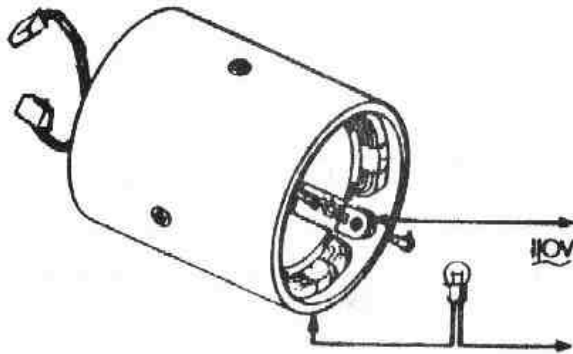

Fig. N2-22 Aislamiento de la bobina inductora
- 3.4.1. Desconectar el extremo del arrollamiento inductor donde está remachado a la carcasa (Fig. N2-22), limando el remache sobre el extremo del ojal de conexión de sujeción del remache, lo suficiente para que se pueda sacar de la carcasa golpeándolo ligeramente.